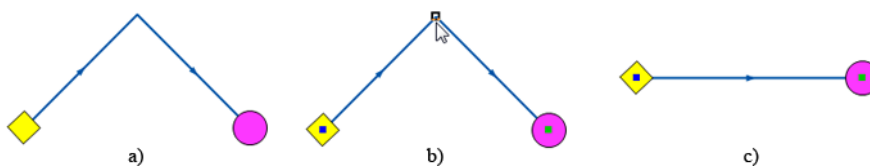

Рисунок 6.9. Удаление точки перелома
2. Отметить удаляемый узел, для этого подвести курсор к удаляемому узлу и нажать левую клавишу мыши. Отмеченный узел будет выделен квадратом черного цвета (смотрите Рисунок 6.9, «Удаление точки перелома»б);
3. Нажать кнопку  панели инструментов или клавишу Delete клавиатуры, либо щелкнуть правой кнопкой мыши и выбрать Удалить точку перелома. Точка перелома будет удалена и участок автоматически выпрямится. (смотрите Рисунок 6.9, «Удаление точки перелома»с).